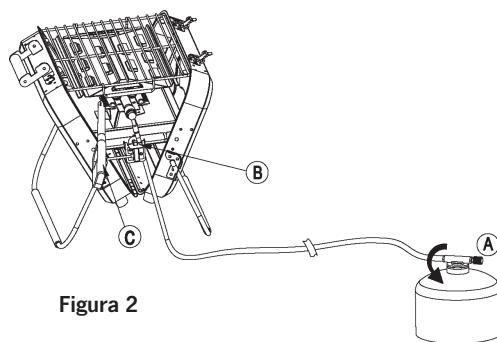

Figura 2
**USANDO LA PARRILLA DE GAS****1. Encendido piezoelectrónico (Figura 2, página 29)**
Como se muestra en **Figura 2-A**, gire la perilla ⑪ en sentido contrario a las agujas del reloj aproximadamente 1/3 de vuelta (la flecha apunta a "+"), girela hacia abajo correctamente cuando la botella esté llena) para encender el gas.
Como se muestra en **Figura 2-B**, presione el botón ⑨ repetidamente hasta que se encienda la parrilla de gas.
Coloque el encendedor cerca del quemador (**Figura 2-C**), gire la perilla giratoria ⑪ en sentido contrario a las agujas del reloj (la flecha apunta a "+"), encienda lentamente el gas y presione el botón del encendedor (**Figura 2-C**).